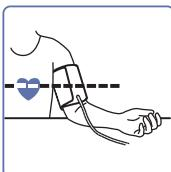

Abb. 6
- Setzen Sie sich auf einen Stuhl und legen Sie den Arm auf den Tisch, so dass sich die Manschette auf Herzhöhe befindet (Abb. 6).